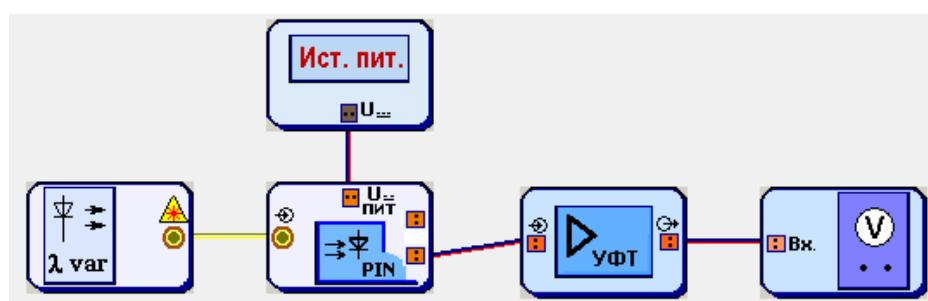

Рис. 7.9. Схемы исследования спектральной чувствительности ФД
Схема исследования спектральной чувствительности представлены на рис. 7.9. Объектом исследования является фотодиод р-и-п структуры (PIN ФД).
1. Соберите схему, показанную на рис. 7.9.
- Соберите схему, показанную на рис. 7.9.